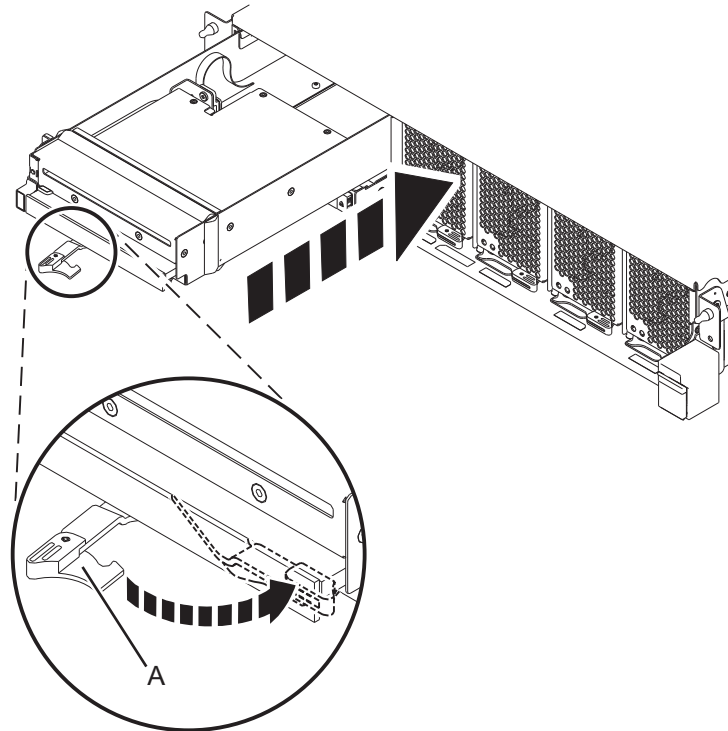

Abbildung 1. Flache Einheit für austauschbare Datenträger in einem Systemcontroller vom Typ 9080-MHE, 9080-MME, 9119-MHE oder 9119-MME installieren
- a. Stellen Sie sicher, dass der Griff der flachen Einheit für austauschbare Datenträger (A) auf offen gedreht ist; siehe Abb. 1 auf Seite 3.
- c. Schieben Sie die Einheit in das System und drehen Sie den Griff (A) in die angezeigte Richtung, bis die Verriegelung einrastet.